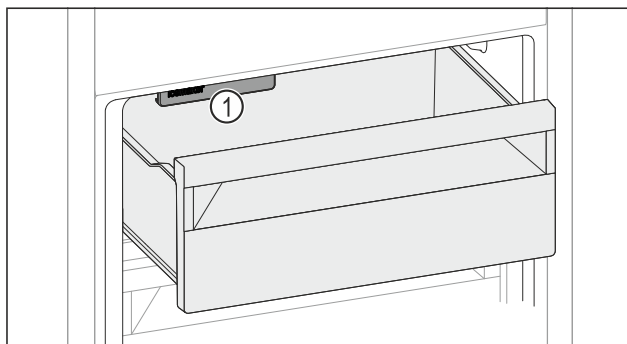

Fig. 61
- Luați în considerare IceMaker Fig. 61 (1).